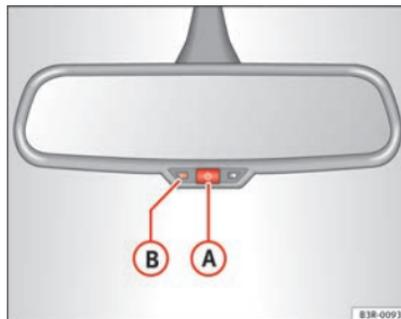

Fig. 103 Espelho retrovisor interior com ajuste para a posição antiencandeamento: Aviso de controlo e interruptor
- Premir o botão (A) ⇒ Fig. 103. O aviso de controlo (B) apaga-se.
- Premir o botão (A) ⇒ Fig. 103. O aviso de controlo (B) acende-se.